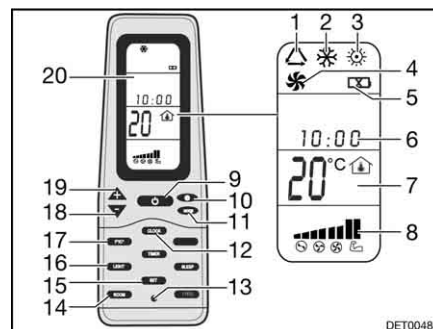

Bild 179 Fernbedienung
- Die Taste ON/OFF (Bild 179,9) drücken.
- Die Taste "Mode" (Bild 179,11) so oft drücken, bis die gewünschte Betriebsart (Bild 179,1, 2, 3 oder 4) auf dem Display (Bild 179,20) angezeigt wird.
- Mit den Tasten "+" (Bild 179,19) und "-" (Bild 179,18) die gewünschte Temperatur einstellen.
- Mit der Taste Lüftergeschwindigkeit (Bild 179,10) die gewünschte Lüfterstufe wählen.